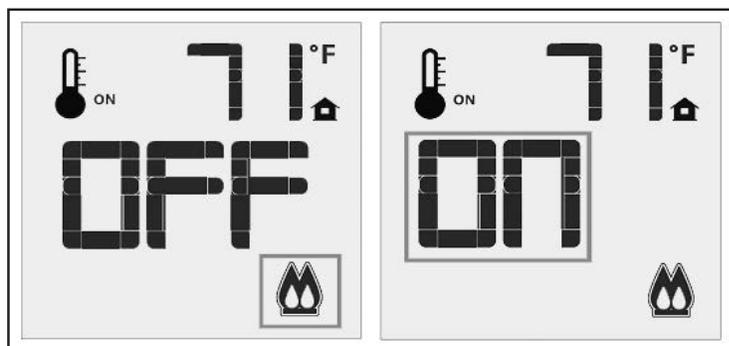

Figure 13 : Contrôle de débit dévisé
L'opération de débit dévisé sur le Berkeley désactive la partie avant du brûleur, réduisant considérablement le débit calorifique de l'unité. Si vous aimeriez avoir de la poêle alumée mais n'aimeraient pas avoir beaucoup de chaleur dans la pièce, vous pouvez désactiver cette fonction. Appuyez sur la touche MODE de la télécommande à plusieurs reprises jusqu'à ce que la flamme double icône est allumée jusqu'à (se reporter à la figure 13). En appuyant sur la touche haut ou bas, tourner la vanne divisés arrière sur "ON" ou "off". Le front de flammes sur le brûleur s'allume et s'éteint. Cela n'affecte pas le réglage de la flamme de la flamme restants. Désactivation de la partie avant de ce brûleur peut entraîner un "pop" d'extinction, en particulier si votre cheminée fonctionne au gaz propane, ceci est normal.
**Étape 4 :** Continuer de soulever et de faire pivoter le brûleur à environ 45 degrés, comme illustré dans la figure 13, et retirez-le de la firebox. Prendre soin de ne pas endommager les bords de la brûleur.